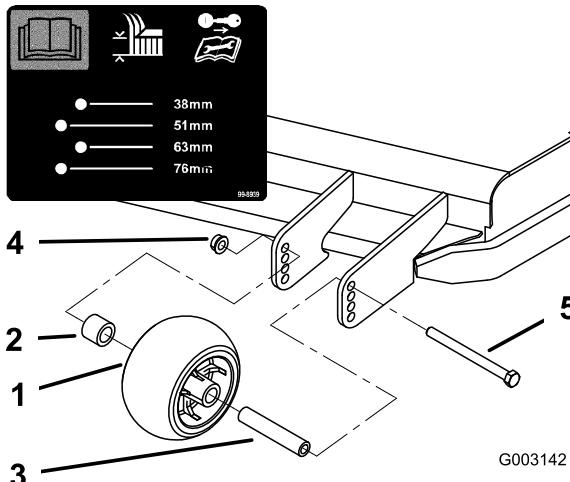
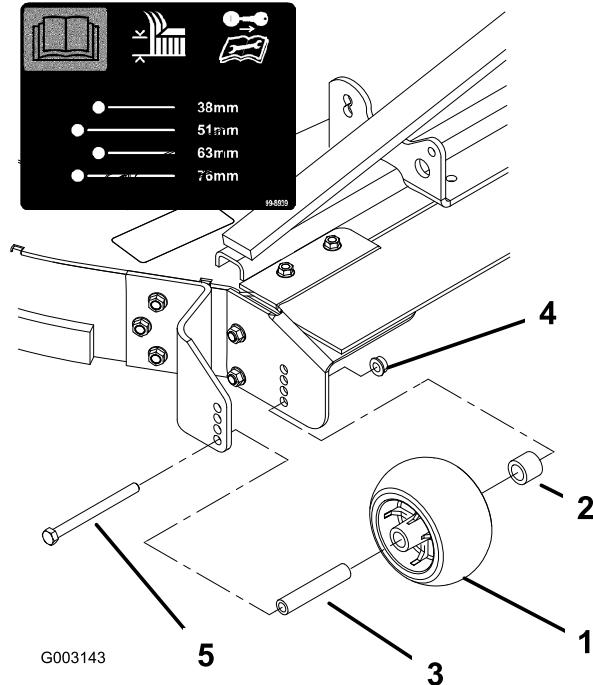
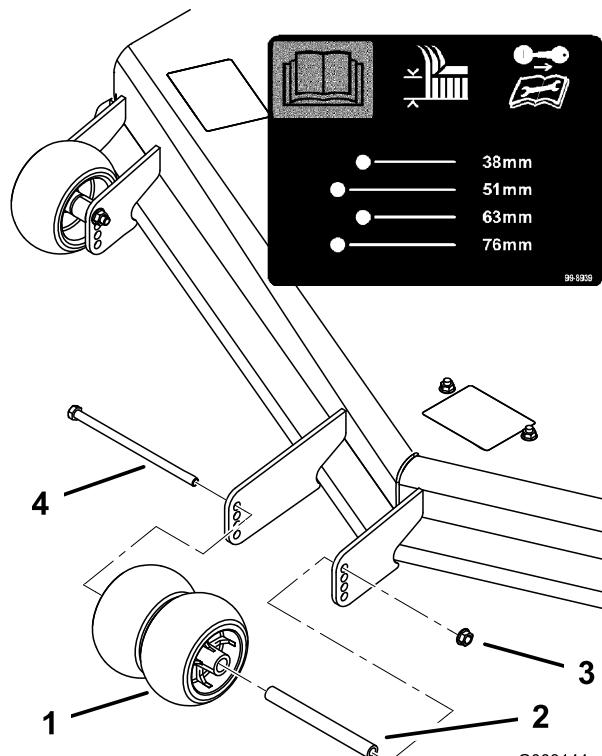

Bild 19
Bild 20
Bild 21
- Nach dem Einstellen der Schnitthöhe sollten Sie die Rollen einstellen. Nehmen Sie die Bundmutter, die Büchse, das Distanzstück und die Schraube ab (Bild 19, Bild 20 und Bild 21).
Hinweis: Die beiden mittleren Rollen haben keine Distanzstücke (Bild 20).
- Setzen Sie die Bundmutter, die Büchse, das Distanzstück und die Schraube ein. Ziehen Sie auf 54-61 Nm (Bild 19, Bild 20 und Bild 21) fest.